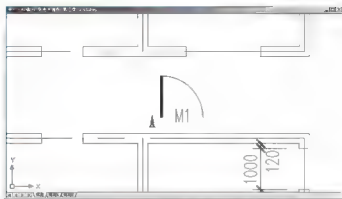

图 3.68 M1 的位置
(3) 在指定起点: 提示下, 参照图 3.68 放置门编号 “M1” 的位置。